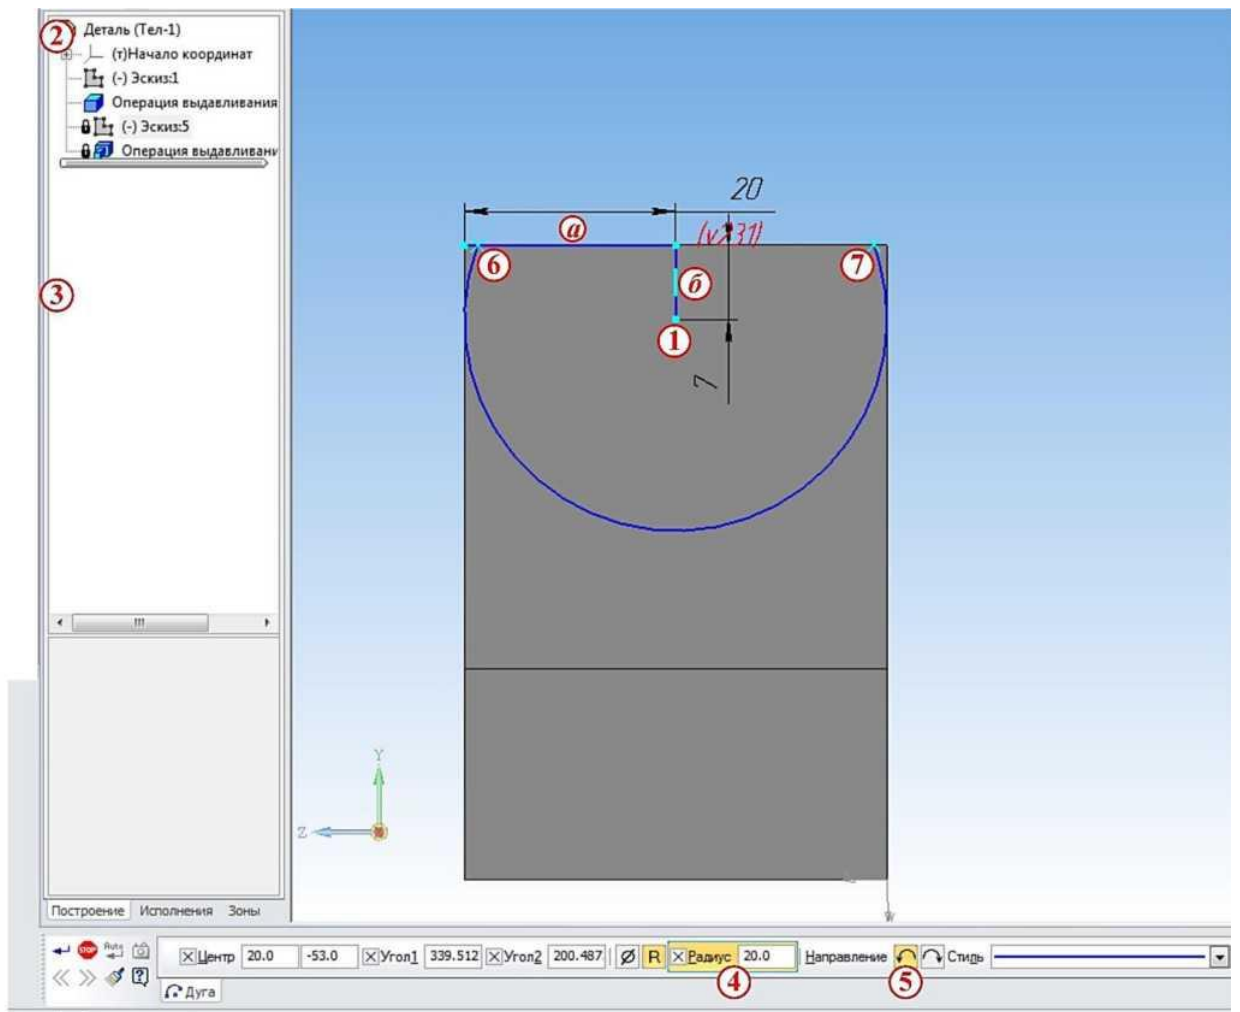

Рисунок 3.
- указателем мыши выбираем центр бобышки *1* и на верхней грани уголка выбираем точки *б* и *7*, рисунок 3;